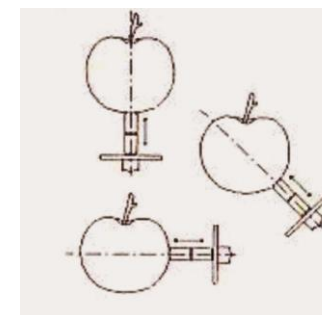

Fig. 2
- 2) A ponta de pressão e a fruta devem estar em uma superfície vertical. Ao fazer a medição, o Sensor ao longo da ponta deve estar alinhado à fruta a ser medida (ref. Fig. 2).